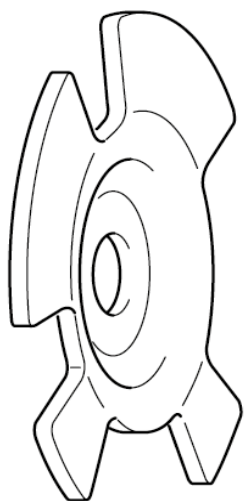

Рис. 3: Проставочное кольцо с искривленным профилем
**Звезды из штампованной стали:** Пластина датчика имеет искривленный профиль (рис. 3). Данный профиль детали учитывает наличие проставочного кольца.